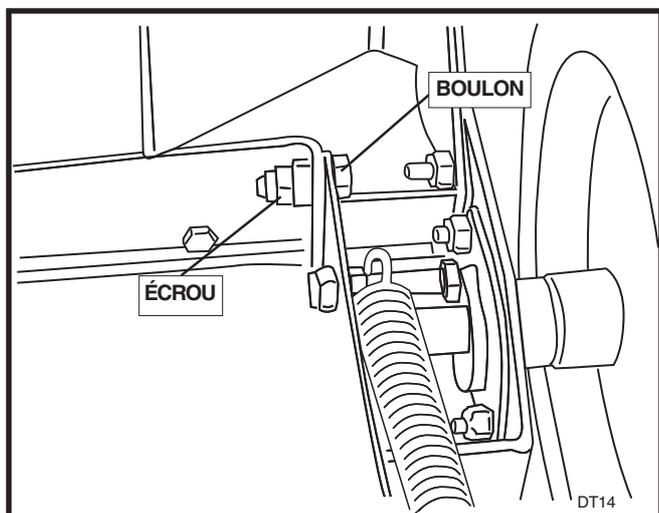

FIGURE 7
18. Placez la porte en position et montez les boulons des charnières. **NE SERREZ PAS** les boulons, laissez en espace d'au moins 0,16 cm (1/16"). Vissez l'écrou sur le boulon. Voir la Figure 7.